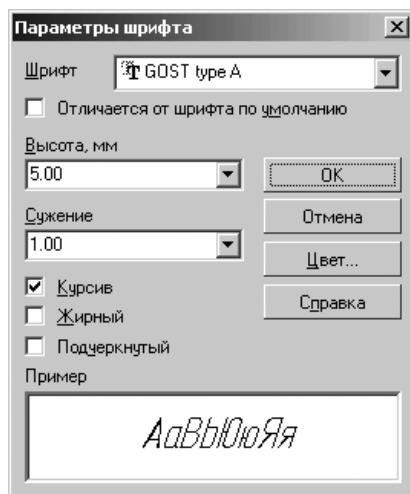

Рис. 10.14. Диалоговое окно **Параметры шрифта**
- Кнопка **Шрифт** вызывает диалоговое окно **Параметры шрифта** для настройки параметров шрифта, показанное на рис. 10.14;
- щелкните по кнопке с многоточием, расположенной справа от поля **Название**. На экране появится диалоговое окно **Выберите стиль оформления** со списком оформлений, содержащихся в текущей библиотеке оформлений (см. рис. 10.14);